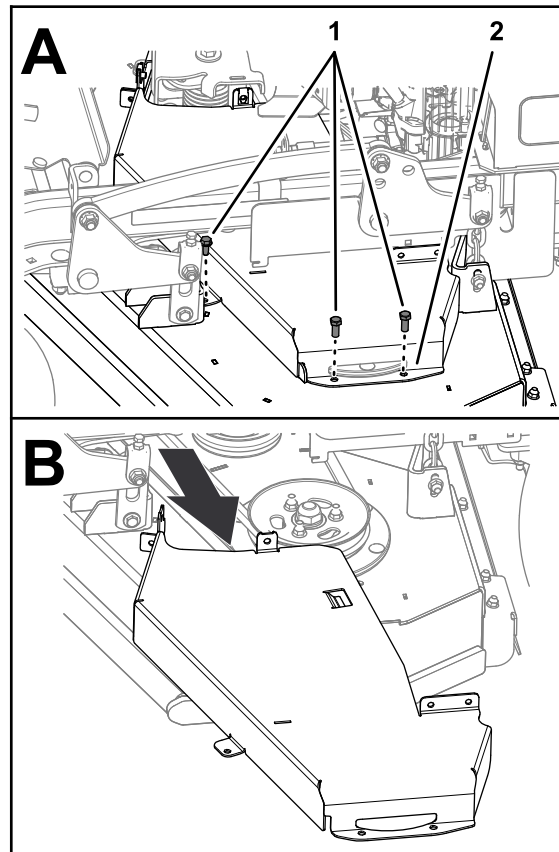

Figure 37
- Retirez les 2 boulons qui fixent le protège-courroie gauche au plateau de coupe, et déposez le protège-courroie (Figure 37).